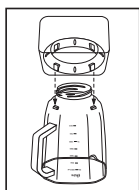

Fig. 15
- a. Para os modelos com jarra de vidro Boroclass®, vire a jarra de cabeça para baixo e coloque a base de jarra a na abertura inferior de jarra encaixando os quatro sulcos da base de jarra nas quatro saliências jarra (Fig. 15).